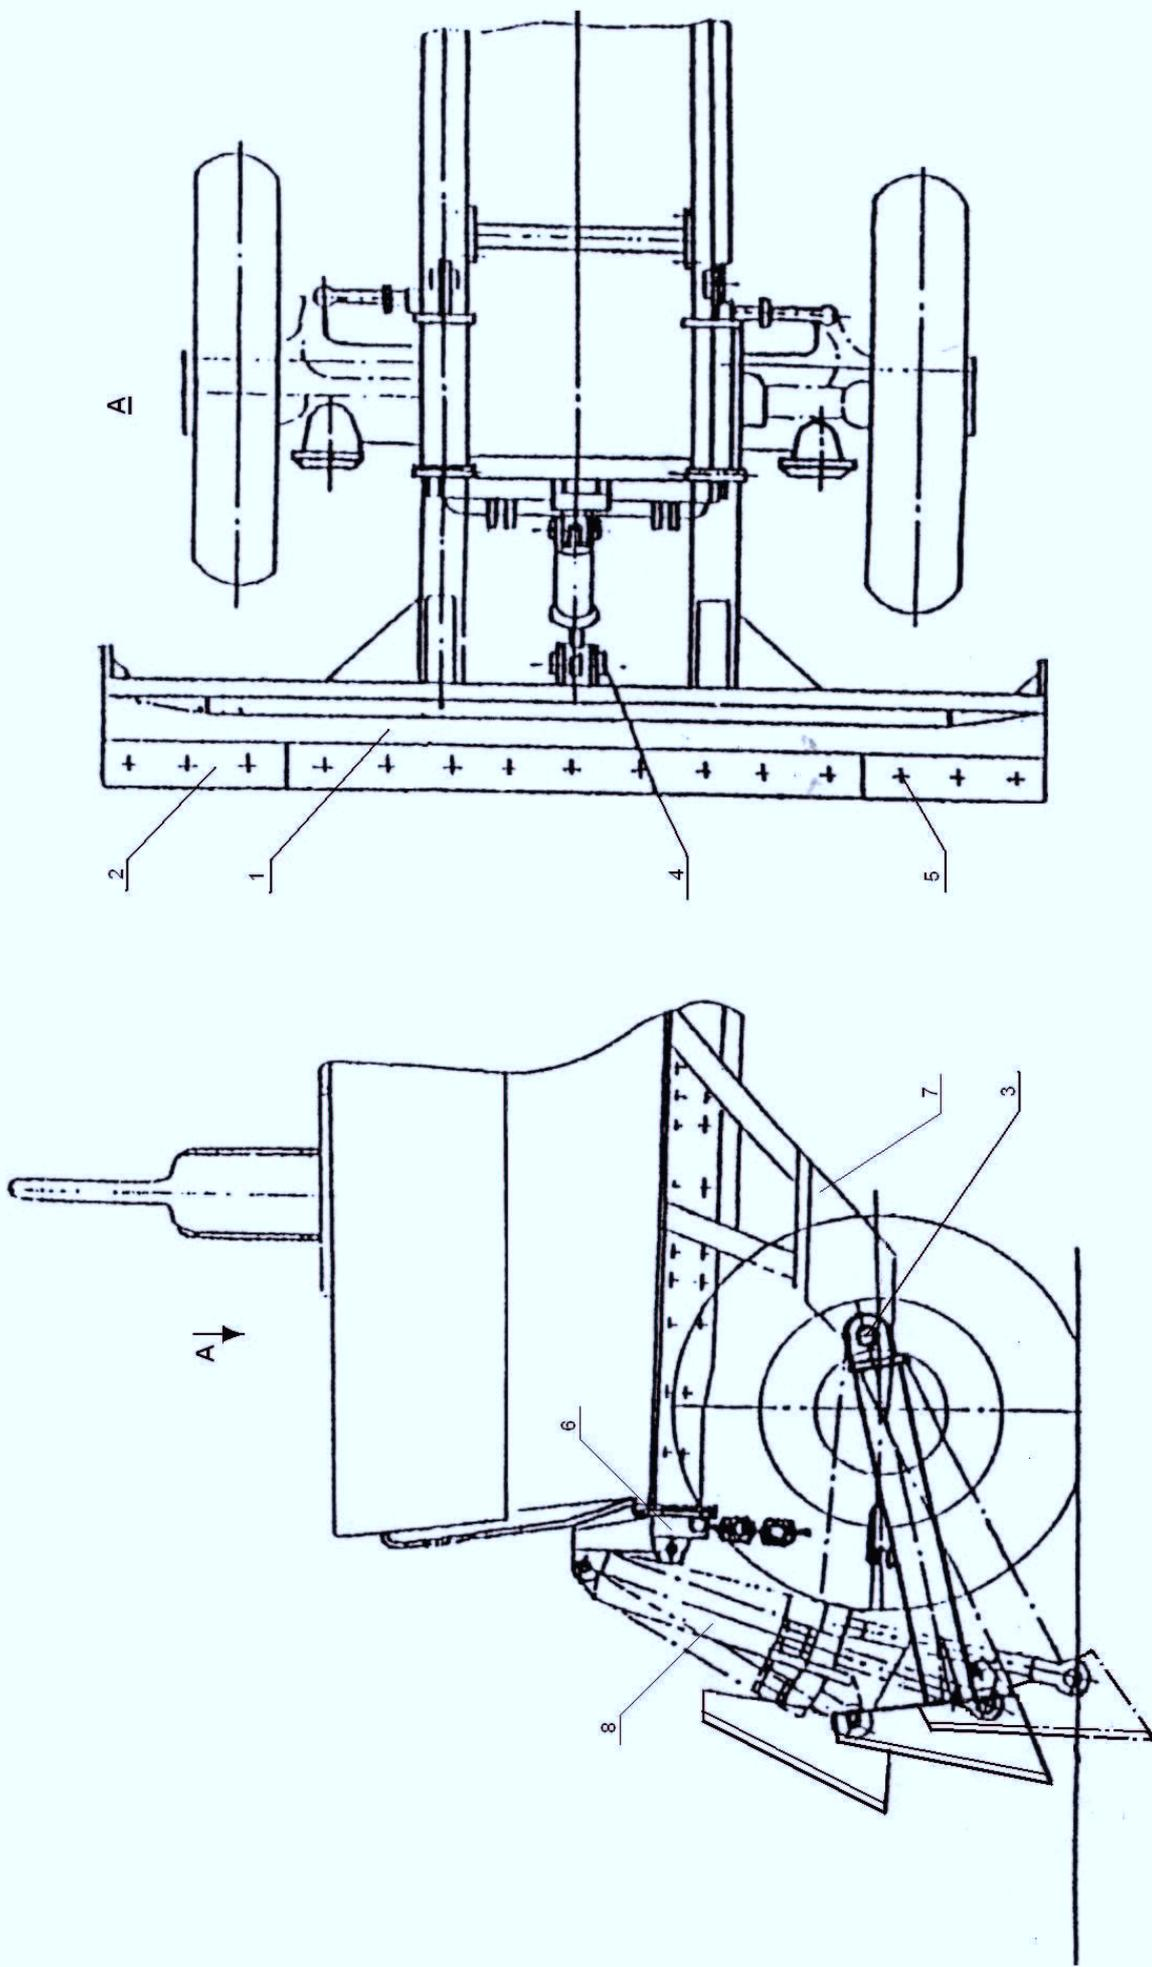

Рис.5 Бульдозерный отвал
Установку бульдозерного отвала (рис.5) производить следующим образом:
-приварить кронштейн»! к правой раме навески отвала в соответствии с указанными на рис.5 размерами;